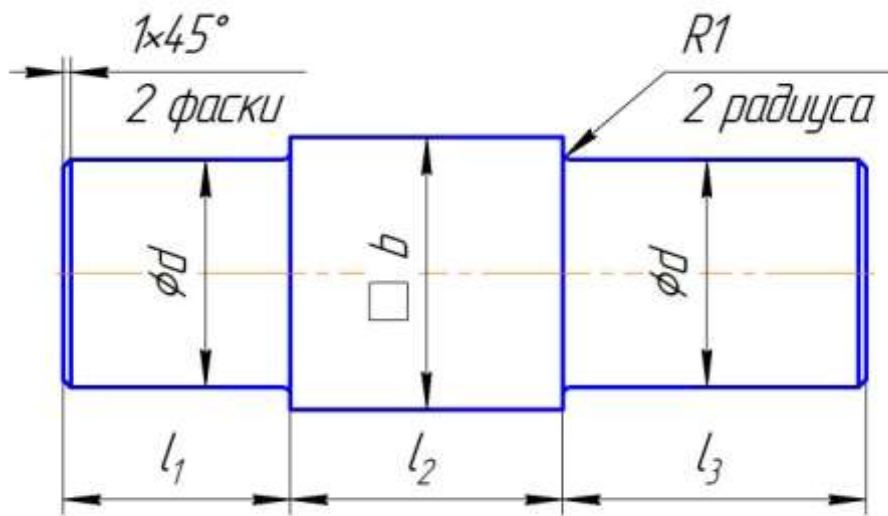

Рис. 2 Схема вала
1. Построить трехмерную модель вала в соответствии со схемой рис. 2.